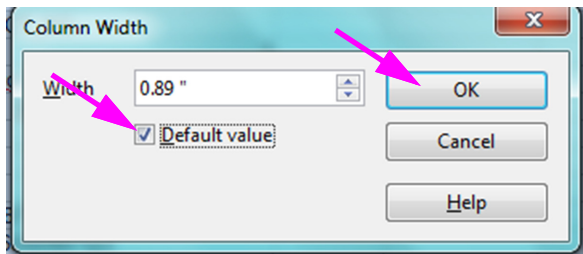

图 5-67. Column Width（列宽）对话框
- 7. Column Width（列宽）对话框出现。参见图 5-67。